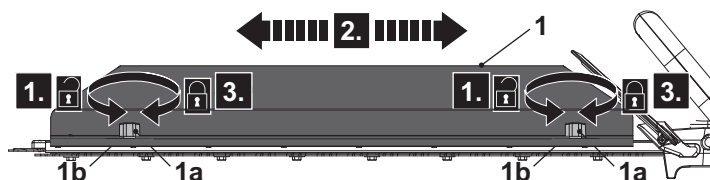

Fig. 6
3. Solte os botões de bloqueio (1a) no sentido anti-horário das porcas do dispositivo de corte (lâmina) (13) à mão, mas não os remova (Fig. 6, step 1).
4. Deslize o varredor (1) ao longo de duas ranhuras (1b) para uma posição desejada (Fig. 6, passo 2).
5. Fixe as conexões com os botões de bloqueio (1a) no sentido horário, à mão (Fig. 6, passo 3).